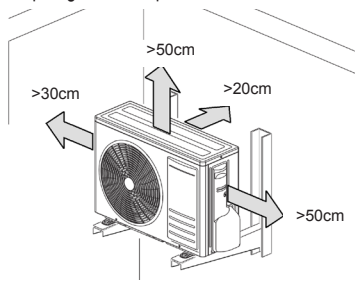
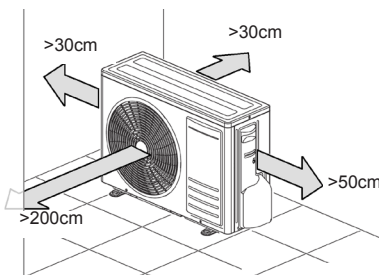

fig. 6 -
fig. 7 -
- Poziționați-o respectând distanțele minime față de pereți, mobile sau alte obiecte care pot exista în jur "fig. 6 -" e "fig. 7 -".